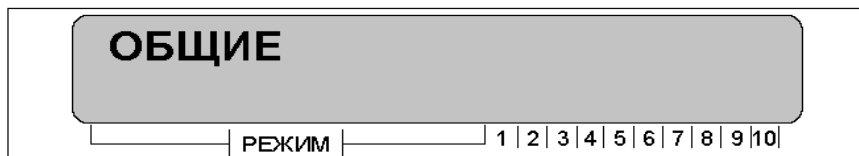

Рис. 23. Вид на дисплее вкладки «Общие»
- нажать клавишу «ВВОД». ВПУ-А-06 перейдет в головное меню программирования (см. рисунок 23).